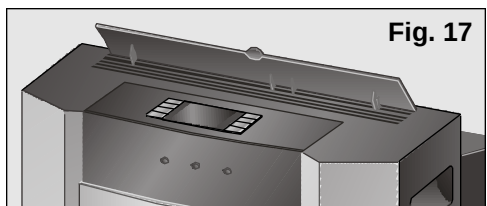

Fig. 17
- ☐ Levantar el orientador de aire situado en la parte superior del equipo. Fig. 17.